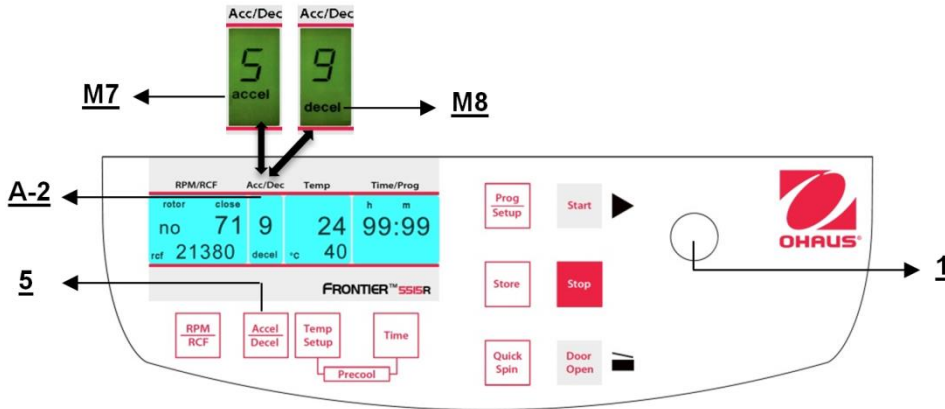

Figure. 18
Cette fonction est activée avec la touche "**Accel/Decel**" (5) (voir la figure 18). En appuyant une fois sur la touche, le mot "**accel**" (M7) clignote sur l'affichage "**Acc/Dec**" (A-2). L'accélération désirée peut être présélectionnée en réglant le bouton (1). La valeur 0 est équivalente à la plus faible accélération et la valeur 9 correspond à la plus élevée. En appuyant deux fois sur la touche "**Accel/Decel**" (5), le mot "**decel**"(M8) apparaît sur l'affichage "**Acc/Dec**" (A-2). Dorénavant, l'intensité de freinage désirée peut être présélectionnée en réglant le bouton (1). La valeur 9 est équivalente à la durée de freinage la plus courte et la valeur 0 correspond à la plus longue.